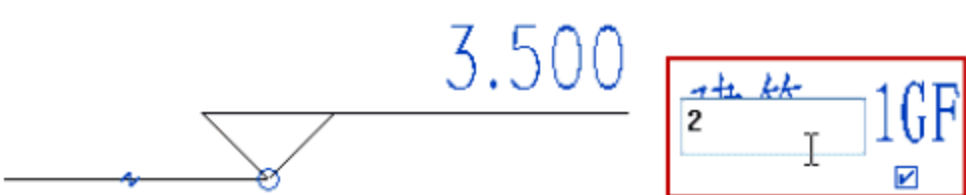
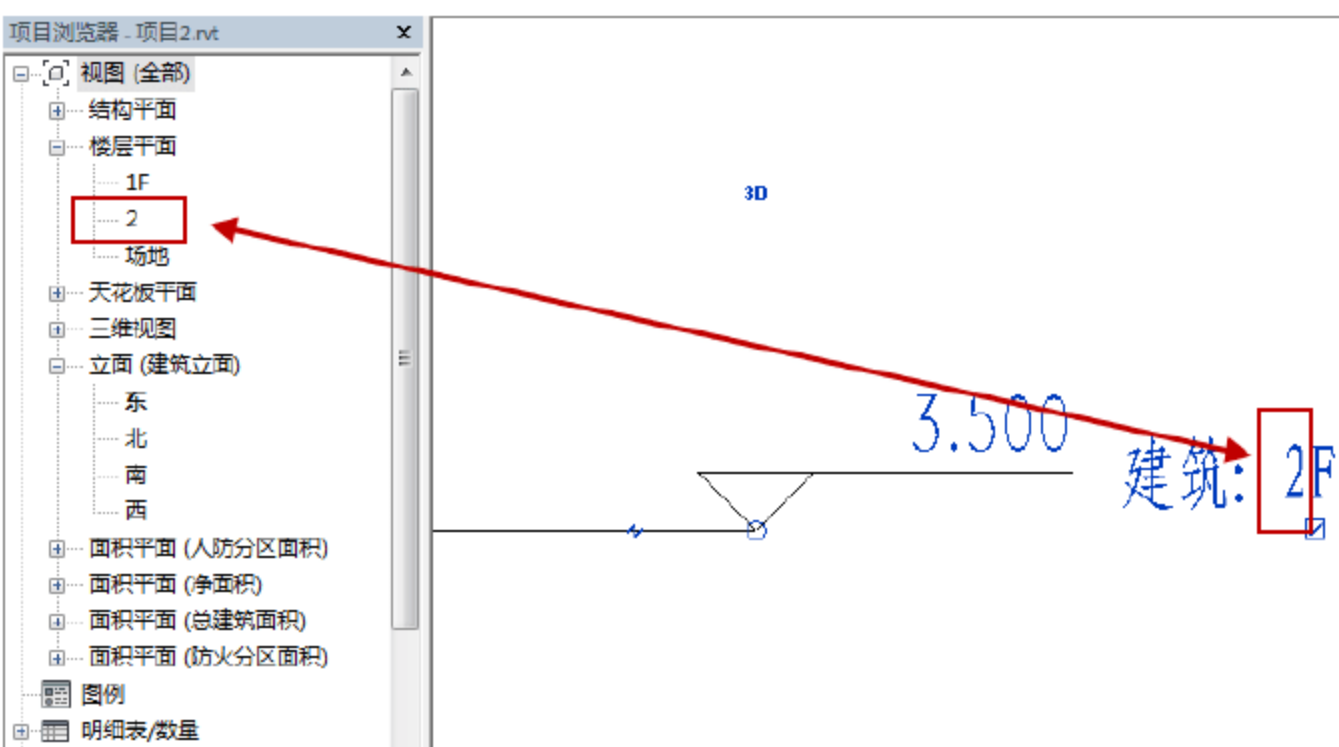

图 1.2.22 修改标高名称
图 1.2.23 与楼层平面视图相对应的名称
(7) 更改二层标高的名称。双击标高标头中“建筑：1GF”字样，在在位编辑窗口中输入 2 字样，如图 1.2.22 所示。完成后，可以观察到标高的名称与项目浏览器中楼层平面视图相对应，都改为 2 字样了，如图 1.2.23 所示。